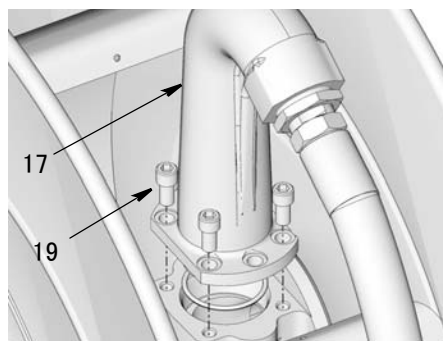

图 36
6. 将出口 (17) 重新安装到线轴上。更换并拧紧螺栓 (19)。用 24 至 30 ft. lbs (32.54 至 40.67 N.m) 的扭力拧紧螺栓图 36。